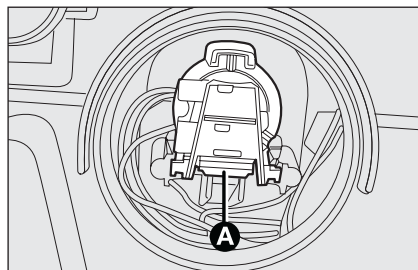

fig. 24
- ☐ premir o dispositivo de bloqueio **A**-fig. 24 e extrair o porta-lâmpada;